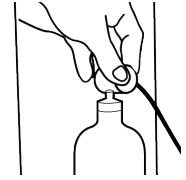

Fig. 3-14
40.6 – Tenere fermo il riduttore di pressione con una mano e ruotare solo la bombola svitandola con l'altra mano, ruotandola da destra verso sinistra. Tenere la bombola verticale, fino a che bombola e riduttore siano completamente svitati. Separare il riduttore di pressione dalla bombola e adagiarlo sul piano interno dell'apparecchio, vedi Fig. 3-14.